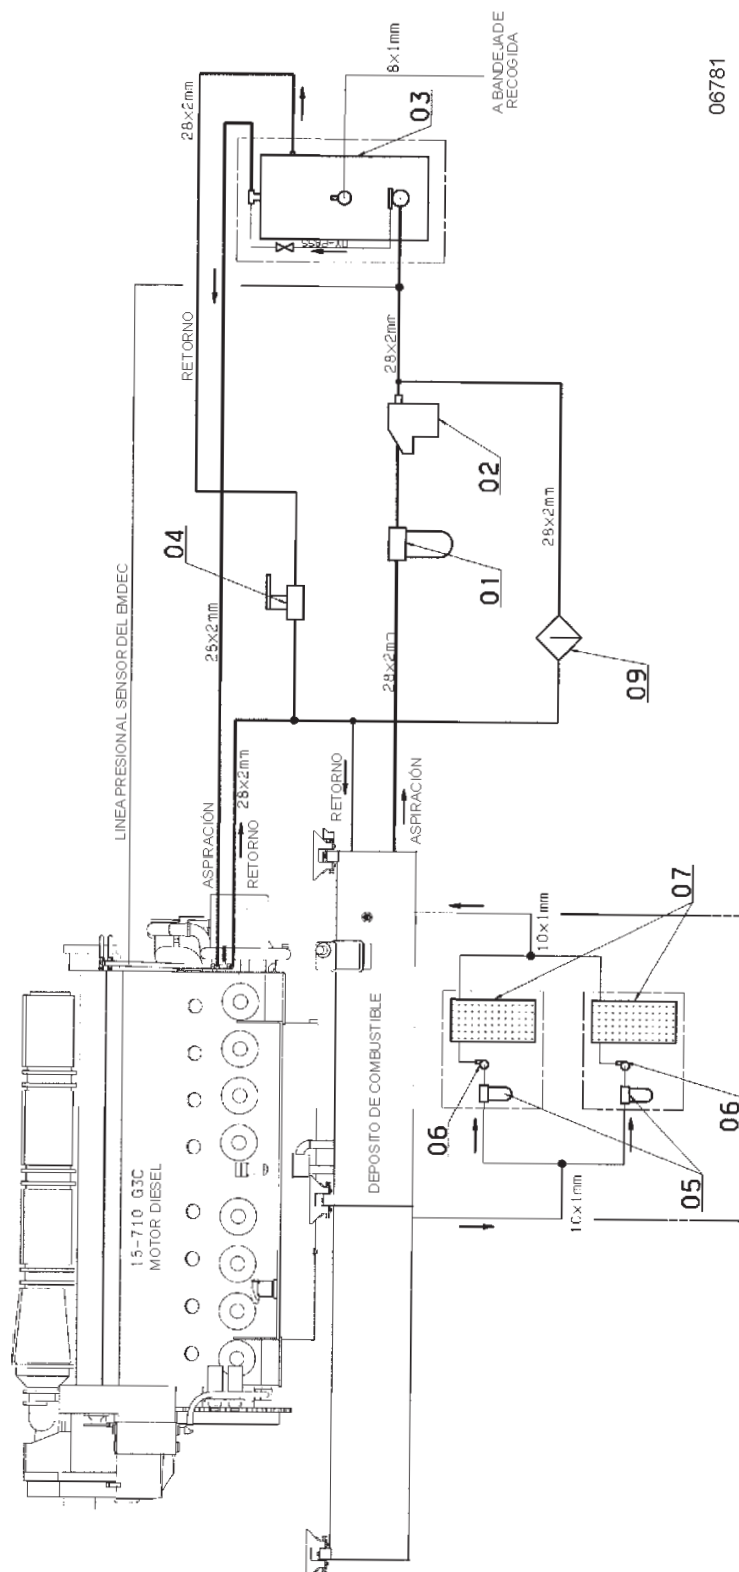

Figura 3-1. Esquema simplificado del circuito de combustible
En la figura 3-1 se representa el esquema simplificado del sistema de combustible. El combustible se aspira del tanque a través de un filtro de extracción de malla (01) mediante una bomba (02) accionada por un motor eléctrico.